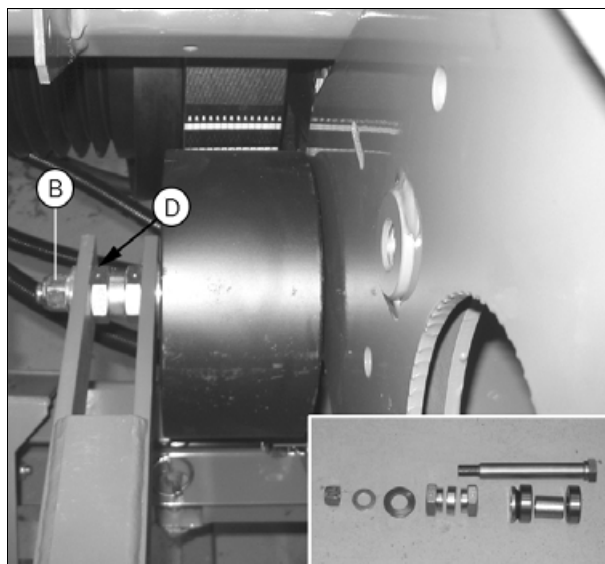

Рис. 10.
2. Отсоедините рычаг натяжного шкива, выбив пружинный штифт (A). Снимите рычаг и шкив с вала.
3. Снимите центральный болт (B) *рис. 10* натяжного шкива. Для замены подшипников снимите стопорные кольца и выпрессуйте подшипники. Порядок установки различных деталей показан на *рис. 10*. Убедитесь, что метки на двух эксцентриках (D) совпадают.
**ПРИМЕЧАНИЕ:** Для снятия рычага необходимо отсоединить гидравлический шланг (E).
**ВАЖНО:** Убедитесь, что ремень расположен прямо на натяжном шкиве. При необходимости отрегулируйте эксцентрик (D). Открутите гайку (B) и поверните два шестигранника эксцентрика так, чтобы ремень был расположен прямо на шкиве.